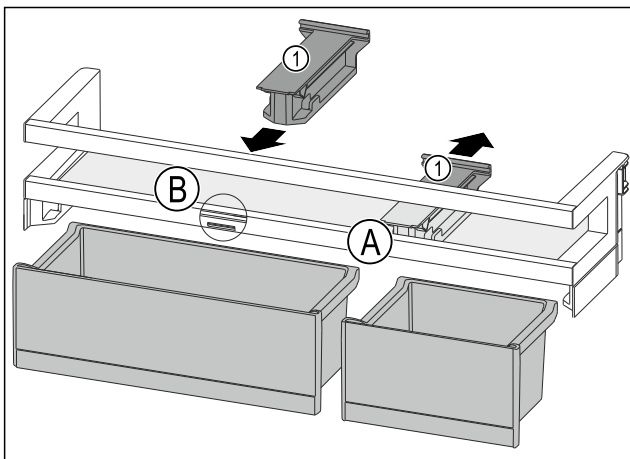

Fig. 88
- ▶ Снимите крепление Fig. 88 (1) в позиции Fig. 88 (A), отодвинув его назад.
- ▶ Установите крепление Fig. 88 (1) в позиции Fig. 88 (B).